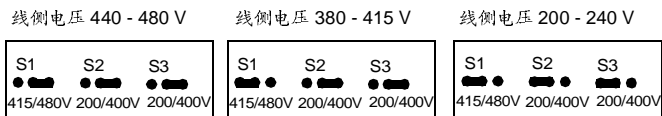
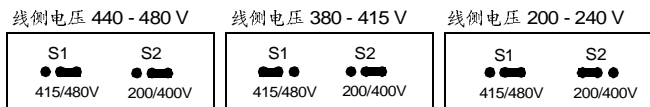

图 5 用跳线设置电压范围，A，B 和 C 型单元
图 6 用跳线设置电压范围，C，D 和 E 型单元
- B** 按照变频器额定输入电压来设置制动单元的电压范围。跳线的设置请参考图 5 和图 6。出厂时的缺省设置为 440 - 480V。